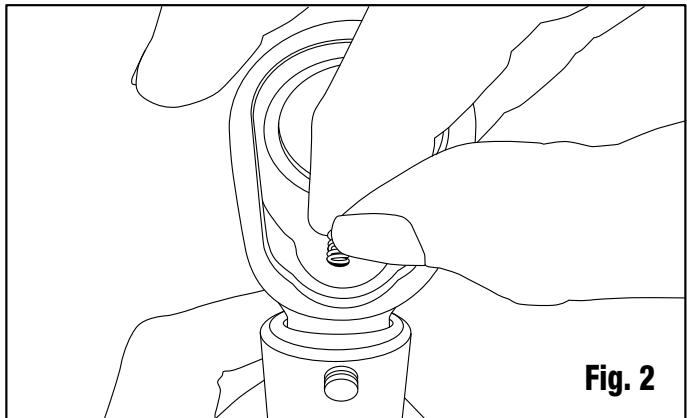

Fig. 2
Paso 2: Inserte el resorte del trinquete en el agujero del resorte del mango. Ver la fig. 2